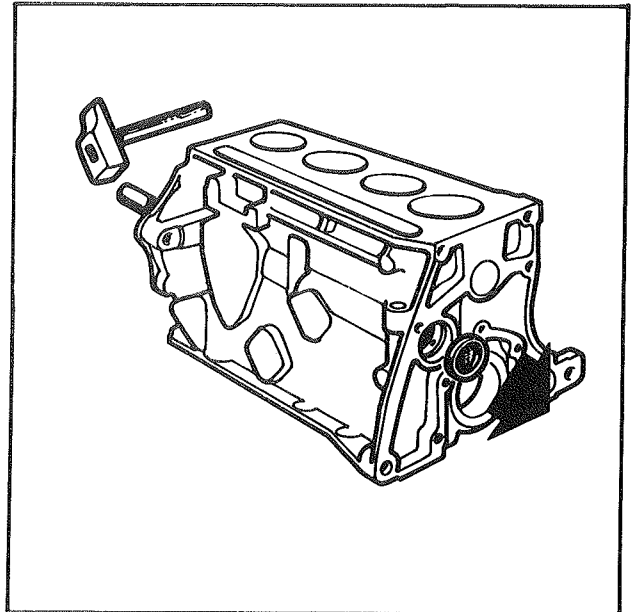

Fig. 1
- Chasser le bouchon d'étanchéité du palier AV (côté volant moteur) de l'arbre à cames (fig. 1) à l'aide d'une section de tube ou d'une broche long. 500 mm.